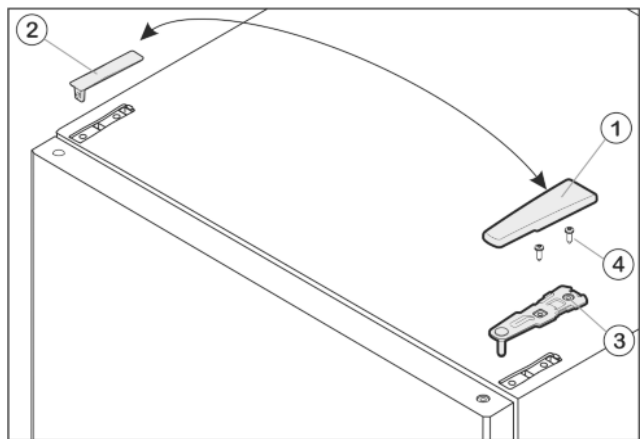

Fig. 8
- ▶ Kansi Fig. 8 (1) vedetään eteen ja ylös ja poistetaan.
- Kansi *Fig. 8 (2)* nostetaan pois.
- Ylempi laakerinkannatin *Fig. 8 (3)* ruuvataan irti (2 kertaa Torx® 25) *Fig. 8 (4)* ja vedetään pois yläsuuntaan.
- ▶ Aseta ylempi laakerinkannatin *Fig. 8 (3)* oveen uudelle saranapuolelle.
- ▶ Ruuvaa ylempi laakerinkannatin **kiinni (4 Nm)** (2 x Torx® 25) *Fig. 8 (4)*. Tarvittaessa merkitse ruuvireiät pistepuikolla tai käytä akkuruuvinväännintä.
- ▶ Kansi *Fig. 8 (1)* ja kansi *Fig. 8 (2)* asetetaan vastakkaiselle puolelle ulkoapäin paikalleen ja painetaan lukitukseensa.